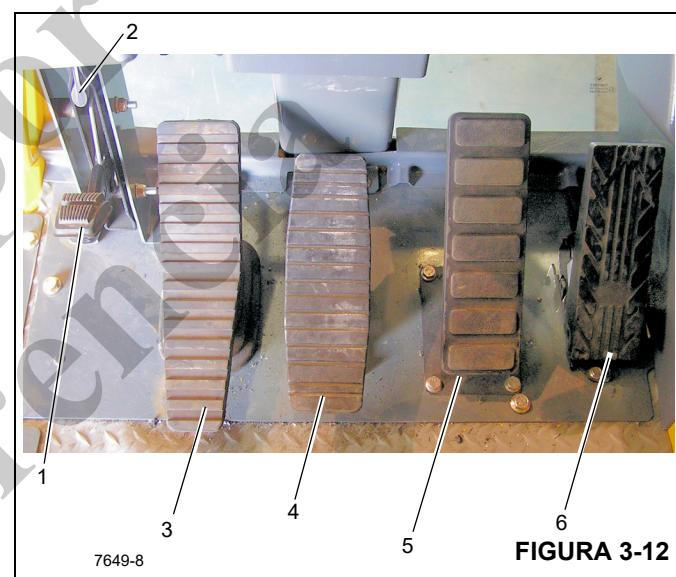

Figura 3-12 - Números de artículos
El pedal del bloqueo de giro en 360° (1) (Figura 3-12) se encuentra en el lado izquierdo del piso de la cabina de la grúa. El pedal se utiliza para activar el sistema de bloqueo de giro para evitar que la torreta gire. Para soltar el bloqueo de giro, tire de la palanca de soltado del bloqueo de giro de 360° (2) hacia arriba.
El pedal del freno de giro (3) (Figura 3-12) se encuentra en el lado izquierdo del piso de la cabina. El pedal del freno de giro se usa para reducir la velocidad del movimiento de giro o detenerlo. La fuerza de frenado es proporcional a la distancia que se pise el pedal. Si no se pisa el pedal y se desengrana la válvula de control del freno de giro, se aplica presión hidráulica al freno, lo cual vence la tensión de su resorte para soltarlo. Cuando se pisa el pedal, se acciona la válvula del servofreno de giro que aplica presión al conjunto del freno. Esta presión auxilia a la tensión del resorte para vencer la presión hidráulica aplicada al circuito de liberación del freno, lo cual aplica el freno según la presión recibida de la válvula del servofreno de giro.
El pedal de control de telescopización (4) (Figura 3-12), presente cuando la grúa está provista de malacate auxiliar, se encuentra en el lado izquierdo del piso de la cabina. Pise la parte superior del pedal para extender la pluma y la parte inferior del pedal para retraerla.
El pedal de frenos (5) (Figura 3-12) es el segundo pedal contado desde la derecha en el piso de la cabina. El pedal se pisa para regular la aplicación de los frenos de servicio.
El pedal del acelerador (6) (Figura 3-12) se encuentra directamente debajo del módulo de la pantalla del RCL, en el piso. Se usa para controlar la aceleración del motor, la cual aumenta o disminuye proporcionalmente según la presión aplicada al pedal. El pedal está conectado por medios eléctricos al módulo de control de la superestructura, el cual envía una señal a la unidad de control del motor por vía del enlace de datos J1939.